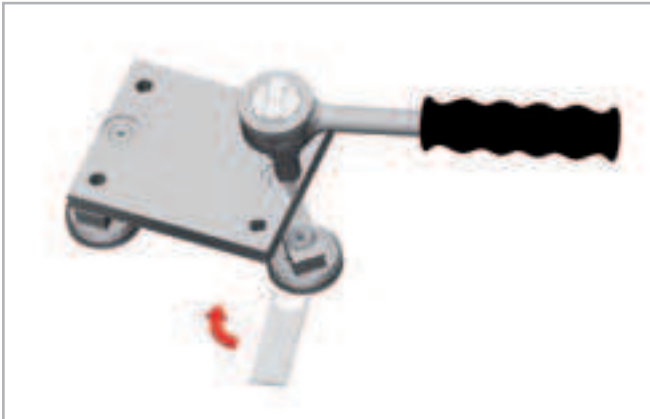

Abb. 22
- Der mitgelieferte Spezial-Flachschlüssel wird von der Seite auf den Sechskant des einzustellenden Zapfens aufgesteckt (s. Abb. 22).